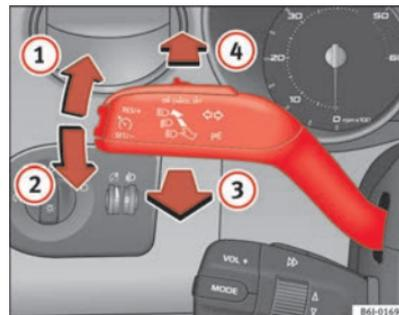

Abb. 57 Blinker- und Fernlichthebel
- Drücken Sie den Hebel bis zum Anschlag nach oben  Abb. 57 , um **rechts** zu blinken bzw. nach unten , um **links** zu blinken.
- Drücken Sie den Hebel nach vorne \Rightarrow Seite 103, Abb. 57 , um das Fernlicht einzuschalten.